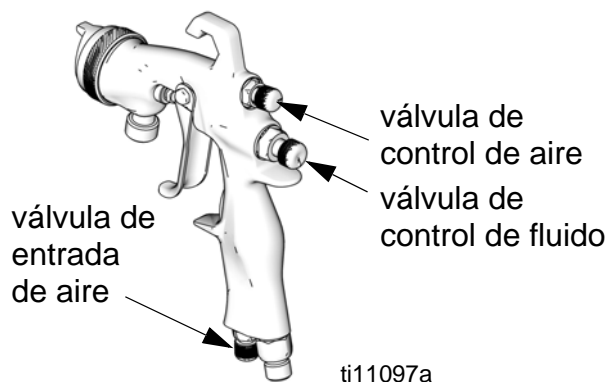

FIG. 3
2. Para lograr un patrón de abanico completo, abra la válvula de control de aire girando la perilla completamente en sentido contrario a las agujas del reloj. Vea la FIG. 3.
3. Para crear un patrón redondo, desconecte el aire del patrón girando la válvula de control de aire completamente en sentido contrario a las agujas del reloj. Vea la FIG. 3.